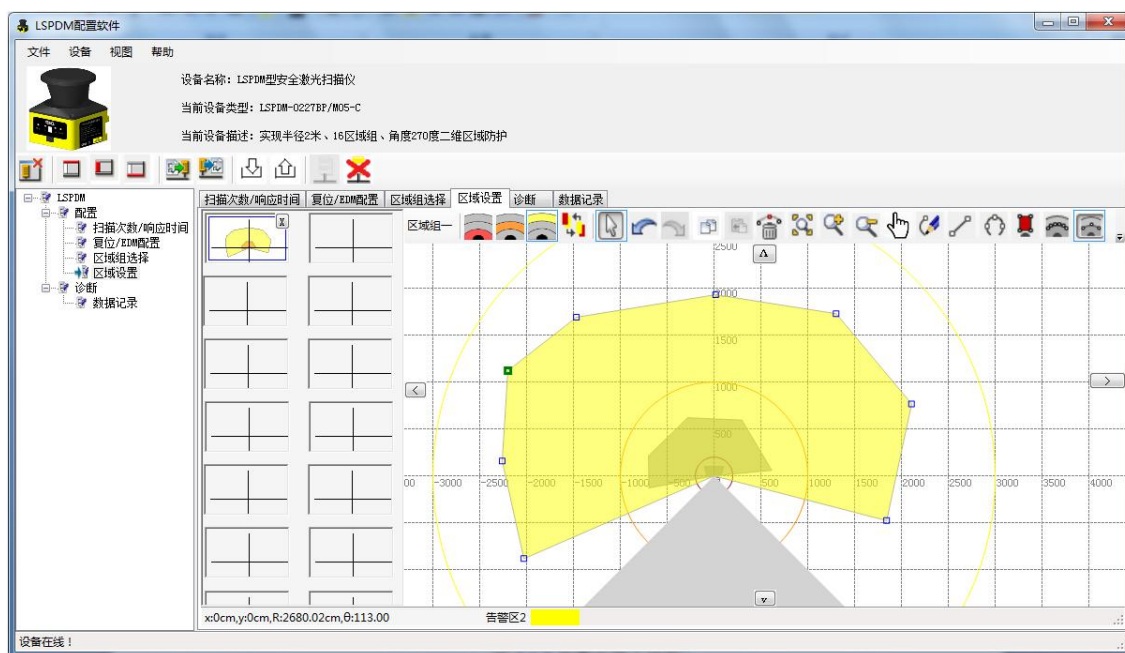

图 3.2.12 导入区域边界
- (3) 若打开区域配置文件的设备类型与软件设备类型匹配，则显示打开后的区域边界轮廓如图 3.2.12 所示。